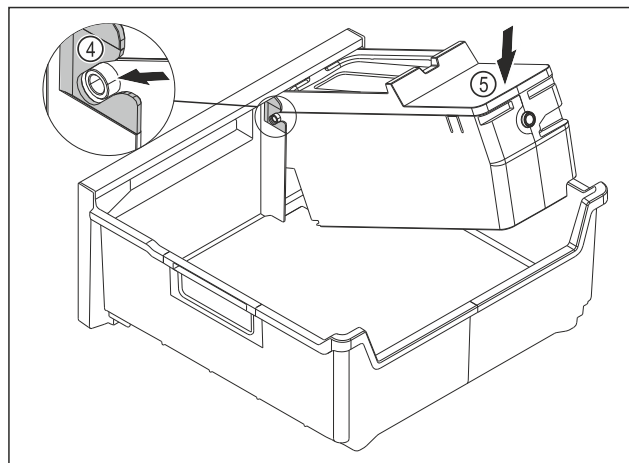

Fig. 109
- Смонтируйте корпус EasyTwist-Ice: Вставьте оси корпуса EasyTwist-Ice в направляющие Fig. 109 (4).
- Вдавите корпус EasyTwist-Ice Fig. 109 (5) вниз.